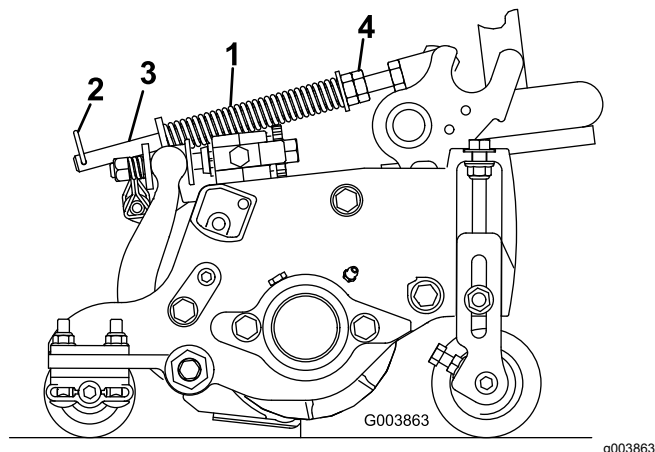

Figura 15
A mola de compensação de relva transfere peso do cilindro dianteiro para o cilindro traseiro (Figura 15). Isto ajuda a reduzir o efeito ondulado na relva, também conhecido como ondulação ou “bobbing”.
1. Certifique-se de que o pino de perno de gancho está instalado no orifício traseiro na haste da mola (Figura 15).
2. Aperte as porcas sextavadas na extremidade dianteira da haste da mola até que o comprimento comprimido da mola seja 12,7 cm nas unidades de corte de 12,7 cm, ou 15,9 cm nas unidades de corte de 17,8 cm (Figura 15).